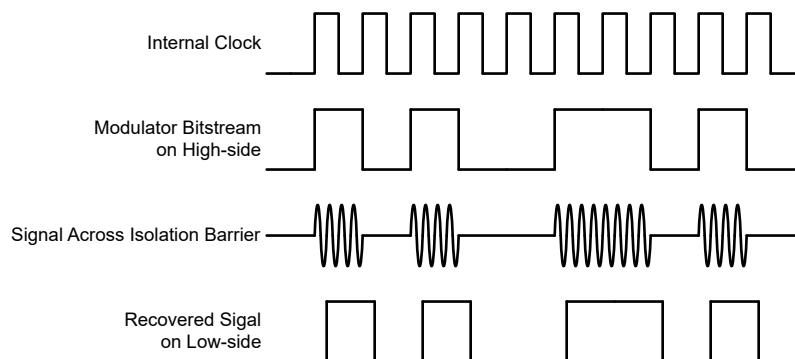

図 7-3. OOK ベースの変調方式
図 7-3 に示されているように、AMC0x36-Q1 は、オン / オフ キーイング (OOK) 変調方式を使用して、変調器の出力ビットストリームを、 SiO_2 ベースの絶縁膜間で伝送します。送信ドライバ (TX) をに 機能ブロック図 示します。TX は、内部で生成された高周波キャリアを絶縁バリア越しに送信し、デジタル 1 を表現します。ただし、TX はデジタル 0 を表す信号を送信しません。AMC0x36-Q1 で使用されるキャリアの公称周波数は 480MHz です。